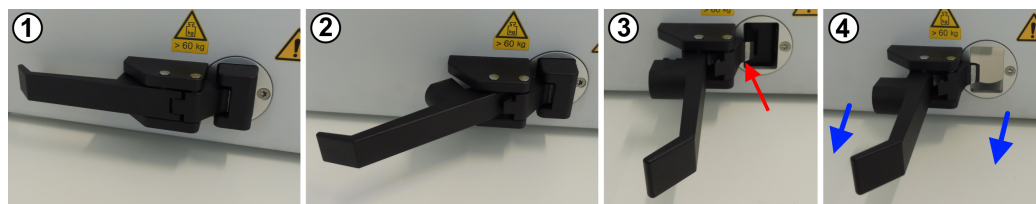

Bild 7-4: Manuelles Öffnungsverfahren
1. Griff wie in Bild 7-4 von Stellung 1 zu Stellung 2 öffnen.
2. Griff wie in Bild 7-4 weiter von Stellung 2 zu Stellung 3 öffnen.
2. Der Griff muss sich in der vollständig geöffneten Stellung befinden (90°-Winkel zur Türfläche wie in Bild 3 und 4 auf Bild 7-4).
- Den Griff wie in Bild 7-4 von Stellung 3 auf 2 bringen.
- Den Griff wie in Bild 7-4 weiter von Stellung 2 auf 1 schließen.